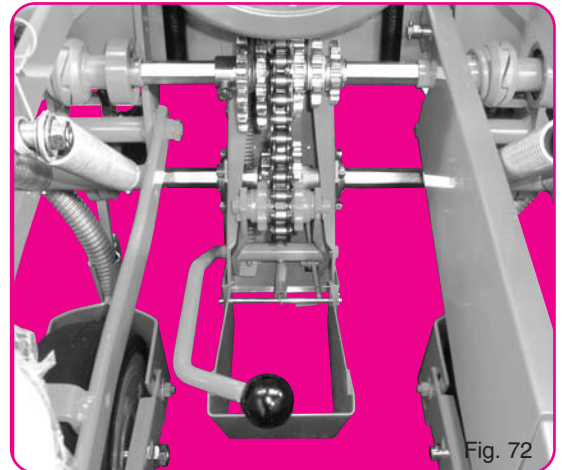

Fig. 72
- Montage pour semoir de 35-40 cm d'inter-rangs (fig.72) en supprimant les 2 paliers ④.
- Assembly for planters with 35-40 cm (14-15") inter-row spacing (fig. 72) : remove the 2 bearings. ④
Montage für Sämaschinen mit Reihenabstand von 35-40 cm (Abb. 72). Bei dieser Stellung sind beide Lager ④ zu entfernen.
- Сборка для сеялок с расстоянием между рядами 35-40 см (рис.72) : снимите 2 несущих пластины ④.